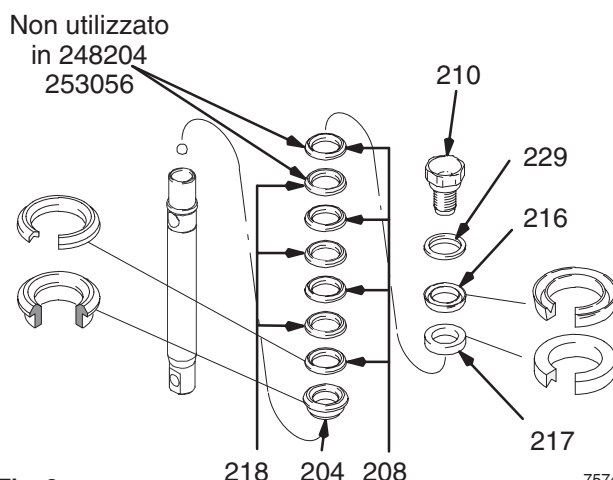

Fig. 9
Fig. 9. Immergere tutte le guarnizioni in cuoio in olio SAE 30W per almeno 1 ora prima del montaggio. Inserire il premistoppa maschio (204) sull'asta del pistone. Impilare alternativamente guarnizioni UHMWPE (208) ed in cuoio (218) (fare attenzione all'orientamento) sull'asta del pistone. Installare il premistoppa femmina (217). Installare il pulitore del pistone (216) (fare attenzione all'orientamento) e la controrondella (229) sulla valvola del pistone (210). Lo speciale tessuto sigillante sulle filettature della valvola del pistone è sufficiente per quattro rimontaggi delle guarnizioni. Utilizzare Loctite® sulle filettature della valvola del pistone dopo quattro ricompresioni.
Fig. 9 ti4258a